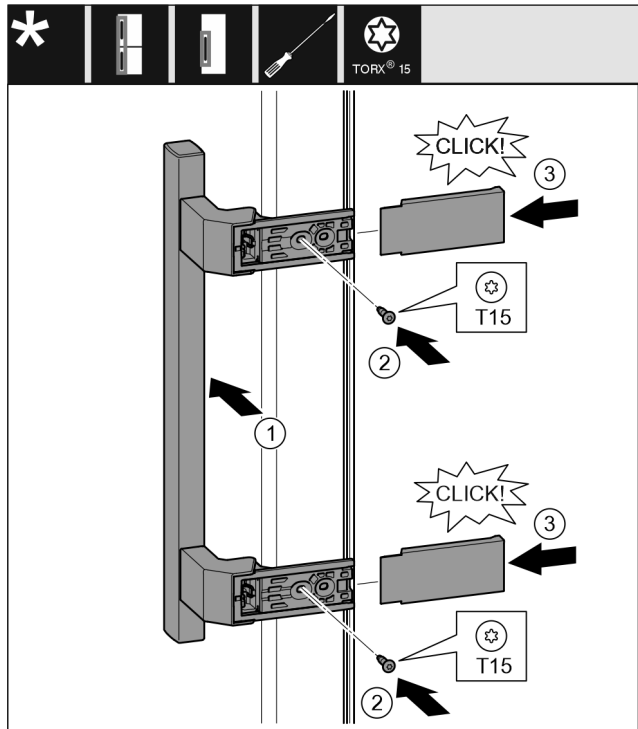

Fig. 20
- ▶ Aseta kahva vastakkaiselle puolelle. Fig. 20 (1)
- ▶ Kiristä ruuvit T15-ruuvimeisselillä. Fig. 20 (2)
- ▶ Aseta suojukset sivuttain kohdalleen ja työnnä ne paikoilleen. Fig. 20 (3)